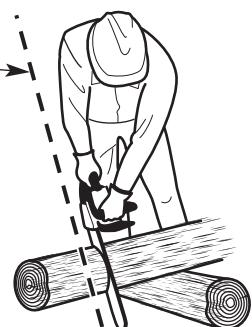

Fig. 8
**AVERTISSEMENT :** Utiliser toujours les placements de main précisés ci-dessous que l'opérateur soit gaucher ou droitier. Cela aidera à garder l'opérateur légèrement à gauche de l'appareil et à l'écart de la ligne directe de la chaîne en cas de rebond (Fig. 8 et Fig. 9). Toujours garder toutes les parties du corps à la gauche de la ligne de chaîne.